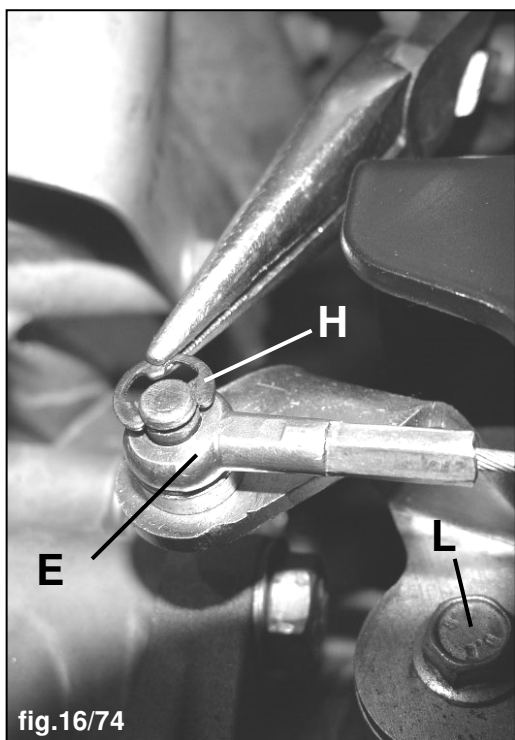

fig.16/74
ATTENTION: ne pas essayer de démonter, serrer ou bouger les vis **L** (fig.16/72 et 16/74) sans avoir les connaissances nécessaires du dispositif PowerSafe®. Pour d'éventuelles interventions, il faut se adresser à un Centre d'Assistance Agréé.
3. comprobar que el terminal con ojal más pequeño **E** (fig.16/73) terminal de la palanca stop roja **F** (fig.16/69) sea por lo menos 1 o 2 mm más largo que el perno de enganche del ojal. Ajustar el tornillo de registro **G** (fig. 16/71) para obtener la medida deseada; a continuación, apretar el tornillo de ajuste.
4. enganchar el ojal pequeño **E** al perno (fig.16/74), montar el anillo de retención **H**.
ATENCIÓN: no se debe intentar desmontar ni apretar ni quitar los tornillos **L** (fig.16/72 y 16/74) si no se conoce el dispositivo Power Safe®. En caso de necesitar intervenir, hay dirigirse a un Centro de Asistencia Autorizado.
3. Sicherstellen, dass der kleinere Seilschuh mit Öse **E** (Abb.16/73) Schuh des roten Stopp-Schalthebels **F** (Abb.16/69) um mindestens 1 oder 2 mm länger ist, als der Klemmbolzen der Öse. Die Stellschraube **G** (Abb. 16/71) auf das gewünschte Maß justieren. Die Stellschraube daraufhin anziehen.